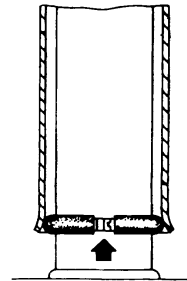

Bild 1
- Schieben Sie den Ring, wie in Bild 1 gezeigt, bis unter die Außenhülle des Zylinders und ziehen Sie die Klemmschelle leicht an, so das der Ring nicht mehr verrutscht.